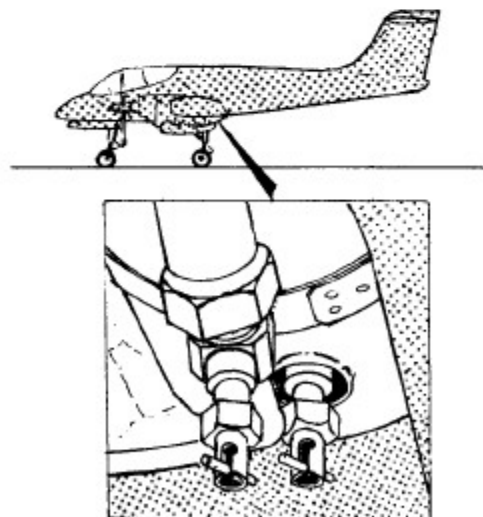

FIGURA I-33
- 3 - Detenga el llenado cuando se derrame agua destilada del grifo descarga.(Figura I-33 y I-34).